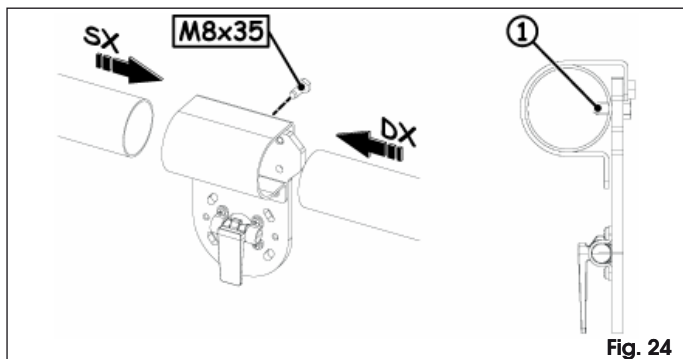

Fig. 24
Un trou a été réalisé sur une extrémité de la lisse. Celui-ci doit être orienté de manière à permettre l'introduction de la vis de sécurité, Fig. 24 réf. ①, évitant ainsi que la lisse ne glisse vers le bas lorsqu'elle est en position verticale.